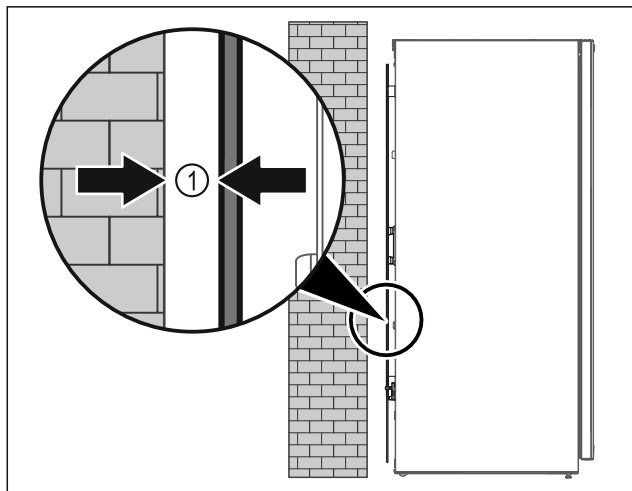

Fig. 4
- ▶ Placer l'appareil soit librement dans la pièce, soit directement contre un mur en respectant une distance minimale de 5 mm Fig. 4 [1].